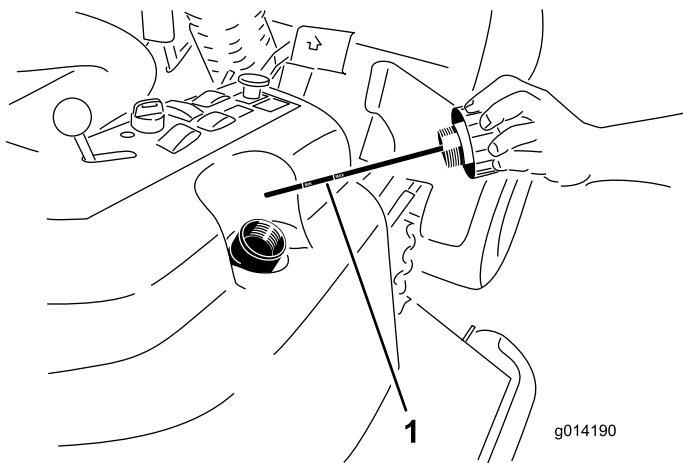

Рисунок 40
- Снимите крышку (Рисунок 40) с маслобака.
- Извлеките масляный щуп и протрите его чистой ветошью (Рисунок 40).
- Вставьте масляный щуп в заливную горловину до отказа; затем извлеките его и проверьте уровень жидкости (Рисунок 40).